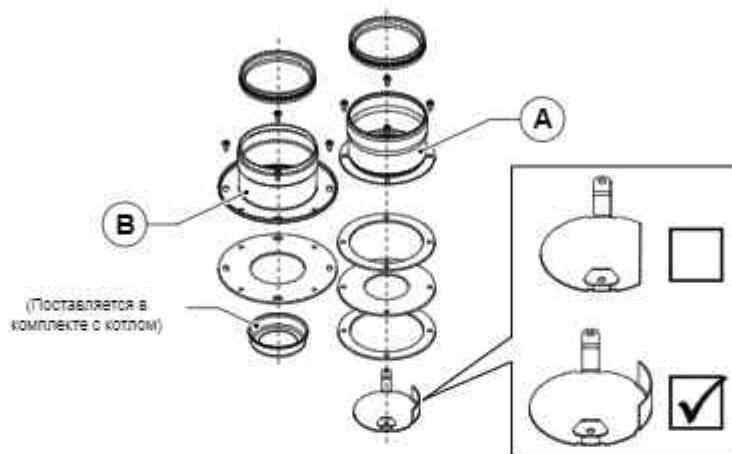

Рис. 19 Комплект для систем с раздельными трубами OSDOPPIA13
- Смонтируйте соответствующий дефлектор воздуха (смотри Рис. 19 Комплект для систем с раздельными трубами OSDOPPIA13).